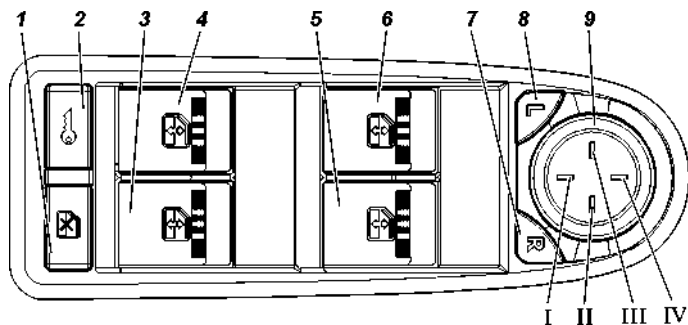

Рис. 3.16. Модуль переключателей двери водителя с мультиплексным управлением:
Система может быть переведена в режим быстрой разблокировки двери водителя, когда при однократном нажатии на кнопку 2 ПДУ или повороте ключа в замочной скважине водительской двери происходит только разблокировка двери водителя, а при повторном нажатии на кнопку 2 ПДУ или кнопку 2 (рис. 3.16) МДВ - разблокировка остальных боковых дверей и двери задка.
-нажать выключатель 2 (рис. 3.16) МДВ. Каждое нажатие производит блокировку или разблокировку замков.
водителя выключателями 3,4,5,6 (рис. 3.16), осуществляется управление перемещением положения стекол боковых дверей.
Управление электроприводом левого и правого наружных зеркал производится единым переключателем 9 (рис. 3.16), расположенным на МДВ. Выбор подлежащего регулировке по командам от переключателя зеркала производится одним из выключателей 7 или 8 МДВ - кнопок выбора зеркала. Одновременная регулировка положения левого и правого зеркал невозможна.